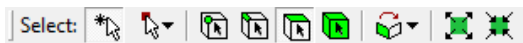

图 3-6 选择工具条
(4) 选择工具条 图 3-6 所示为选择工具条，其各个按钮的功能按顺序介绍见表 3-6。